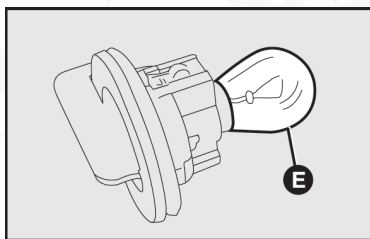

fig. 17
- 2) Quitar la lámpara E-fig. 17, empujándola un poco y girándola en el sentido contrario a las manecillas del reloj;